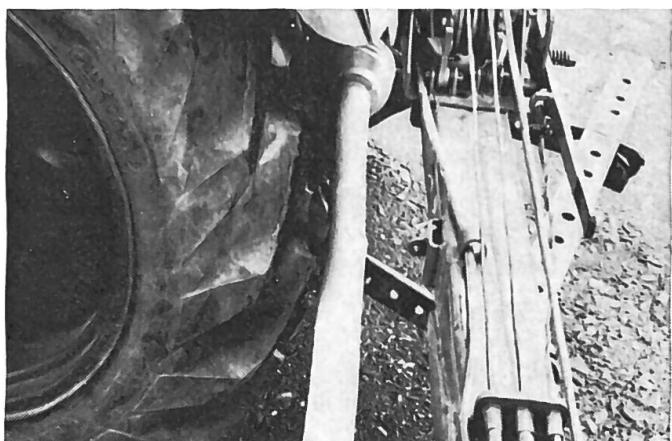

Fig. 4a
- **Les tubes télescopiques ne doivent pas tourner avec l'arbre à cardans.** C'est pourquoi il faut les fixer à l'aide de la chaînette de retenue. A noter que cette chaînette ne doit en tout cas pas être employée pour suspendre l'arbre à cardans quelque part. Sinon les tubes télescopiques ne manqueraient pas d'être endommagés (Fig. 4a + 4b).